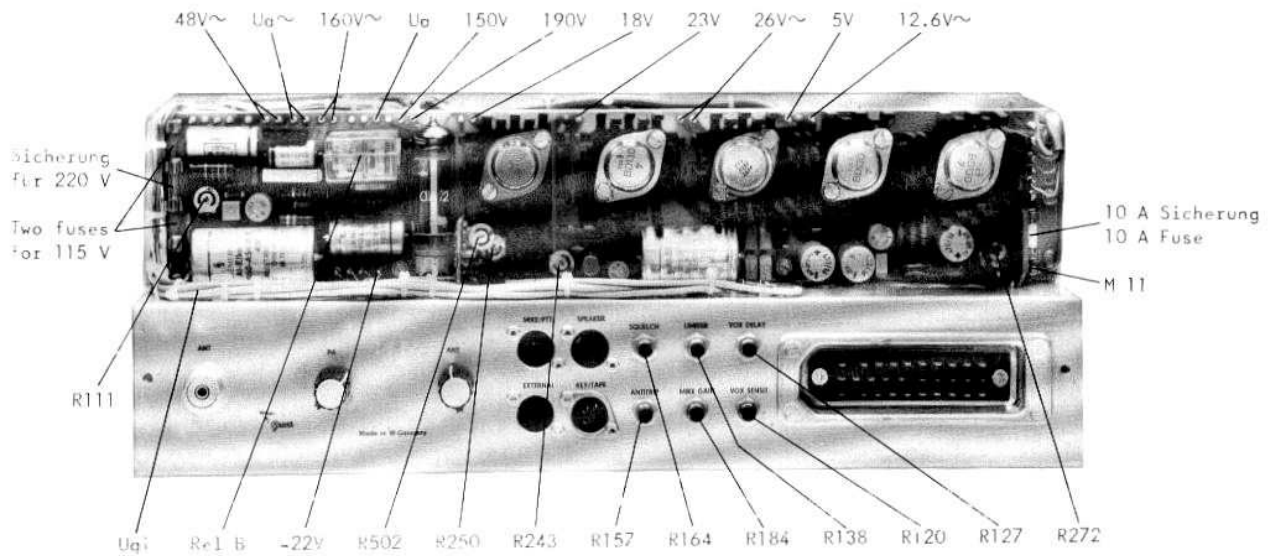

Bild 6 / Figure 6
1. 23 V am Emitter von T 53 (Lötstift 23 V, Bild 6) einstellbar mit R 243 (Bild 6).
2. 18 V am Ausgang von IC 30 (Lötstift 18 V, Bild 6) einstellbar mit R 250 (Bild 6).
5. PA gemessen an den Durchführungskondensatoren und Lötstiften (Bild 6).
6. 5 V am Ausgang von IC 28 (Lötstift 5 V, Bild 6). Versorgt Zähler.
1. Voltmeter mit - an Durchführungskondensator "U_{g1}" (Bild 6), mit + an Masse. Meßbereich 60 V.
1. 23 V at emitter of T 53 (pin "23 V", Fig. 6) adjusted with R 243 (Fig. 6).
2. 18 V at output of IC 30 (pin "18 V", Fig. 6) adjusted with R 250 (Fig. 6).
5. PA measured at the feed-through condensers and connection pins (Fig. 6).
6. 5 V at output of IC 28 (pin "5 V", Fig. 6).
1. Connect voltmeter with minus to feed-through condenser "U_{g1}" (Fig. 6), and plus to ground, 60 volt range.